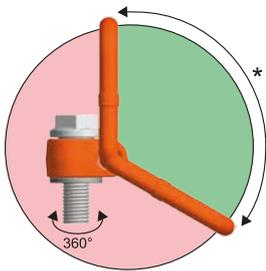

Bild 1: *Erlaubter Anwendungsbereich (Ring darf die Last nicht berühren)
Belastung: Tragfähigkeit lt. Prüfzeugnis bzw. Tragfähigkeitstabelle in den angegebenen Zugrichtungen – siehe Bild 1.
- Belastung darf nur in der vorgegebenen Richtung (siehe Bild 1) mit der Tragfähigkeit lt. Tabelle erfolgen